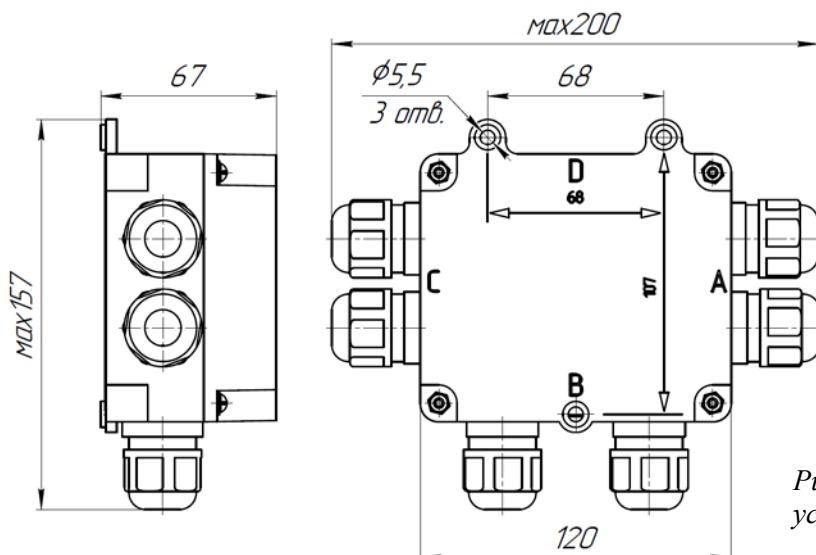

Рис. 1. Установочные и габаритные размеры устройства соединительного УСБ-Ех «СЕВЕР».
3.8. Габаритные и присоединительные размеры приведены на рис. 1;
5.2 Установочные размеры устройства соединительного приведены на рис. 1. Внутри корпуса изделия установлена печатная плата, на которой расположены винтовые клеммники для подключения соединяемых проводников. Максимальное напряжение, ток и сечение соединяемых проводников, определяются типом клеммников, установленных в устройство соединительное. Электрические связи на плате между клеммниками представлены на рис. 3.